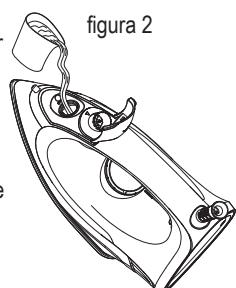

figura 2
3. Ponga la plancha en la posición indicada (figura 2) y llénela con agua con cuidado para que no pase del nivel máximo en la ventana visora del tanque de agua.